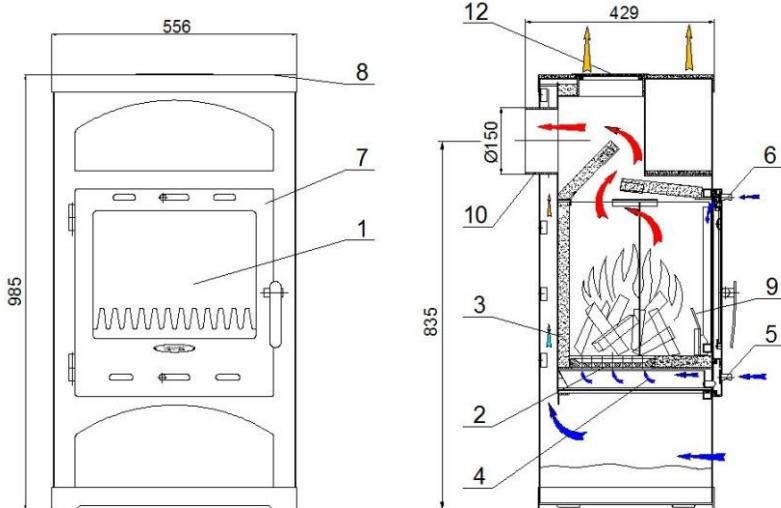

Рис. 1
Топка в печке выложена огнеупорной плиткой 3 (см. рис.1), которая улучшает горение. В дверцу печки 7 вмонтировано термостойкое стекло, которое позволяет видеть пламя. Первичная подача воздуха регулируется при помощи заслонки 5. Вторичная подача воздуха в топку подается через заслонку регулирования 6. В печке используется отражатель огня 9. На верху печки Vienybė-05 находится керамическое место накаливания, которую можно использовать для подогрева пищи.
Печка должна быть смонтирована таким образом, чтобы не были бы заблокированы заслонки регулирования подачи воздуха 5 и 6 (см. рис. 1).
- изъять подсоединение дымохода 10 (см. рис.1), отвинтив крепежные болты;
Разжигание. Полностью откройте заслонки первичной и вторичной подачи воздуха 5 и 6 (см. рис.1). На дно топки положите два полена маленького размера, оставляя между ними промежуток. В промежуток вложите скомканную бумагу или таблетку твердого топлива, на которую нужно крестообразно положить мелко нарубленные сухие дрова, на них положить дрова средней величины. Бумагу поджечь и после ее возгорания закрыть дверцу. Ручка дверцы может быть горячей, поэтому надо пользоваться защитной рукавицей. Интенсивность горения регулировать при помощи заслонок подачи воздуха.